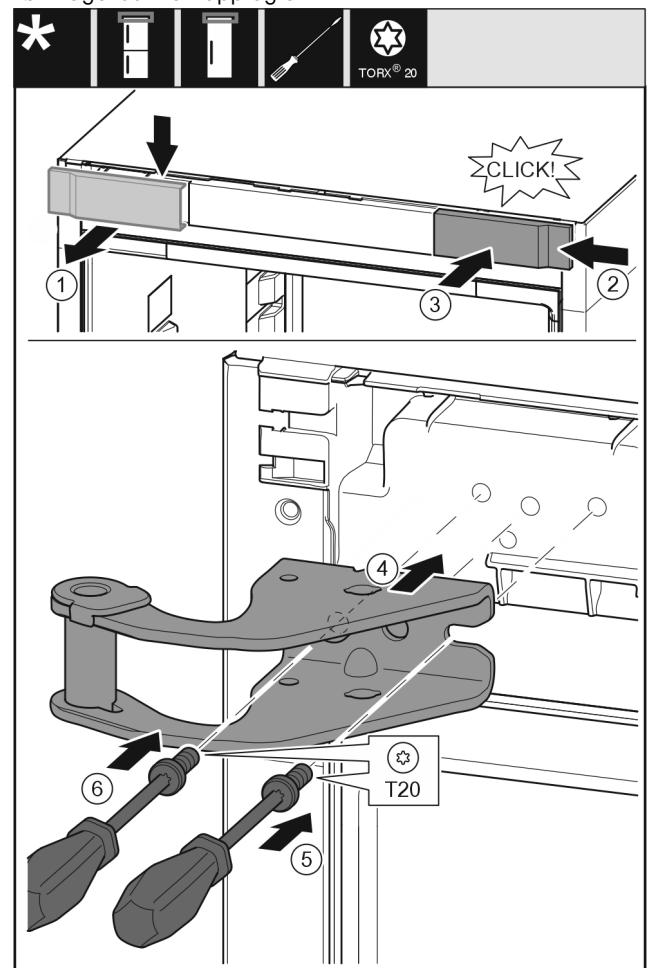

Fig. 12
- ▶ Ta av dekselet ovenfra og fremover. *Fig. 12 (1)*
- ▶ Monter dekselet fra høyre, dreid 180°, på den andre siden. *Fig. 12 (2)*
- ▶ La dekselet klikke på plass. *Fig. 12 (3)*
- ▶ Sett på den øvre lagerbukken. *Fig. 12 (4)*
- ▶ Sett skruen på og skru den fast med skrutrekker T20. *Fig. 12 (5)*
- ▶ Sett skruen på og skru den fast med skrutrekker T20. *Fig. 12 (6)*